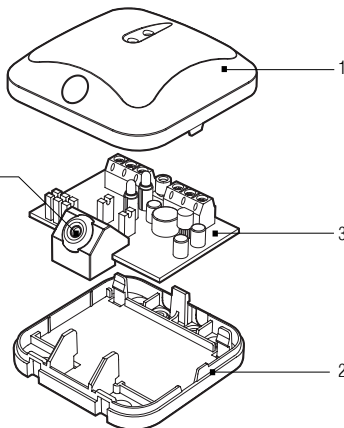
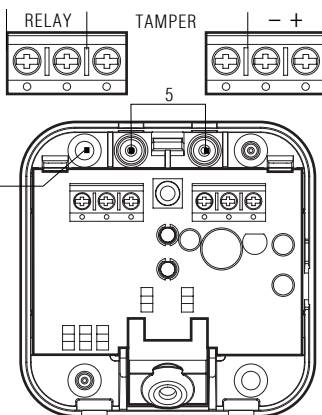

Рис.1
Рис. 2
Извещатель выполнен в виде одного блока и состоит (см. рис.1) из крышки 1, основания 2, печатной платы 3 с микрофоном 4, встроенным в держатель. На основании находятся (см.рис.2) вскрываемые отверстия для подвода проводов 5 и крепления извещателя 6. На плате имеется 5 пар контактов для изменения режимов работы посредством установки переключателей (см.таблицу 1).
6. Подключить провода в соответствии с рис.2.